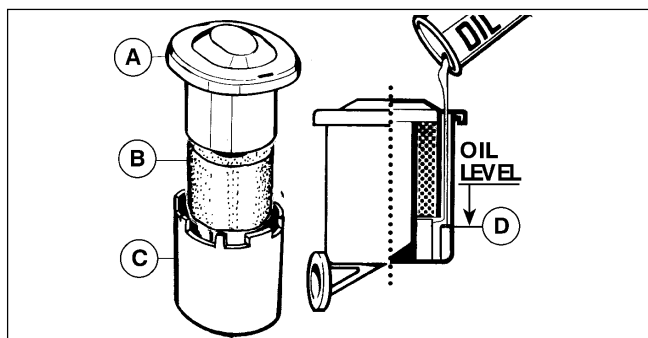

Fig. 9
- a. Déposer le couvercle (Fig. 9) du corps du filtre en le tournant dans le sens contraire des aiguilles d'une montre (voir Fig. 9C).